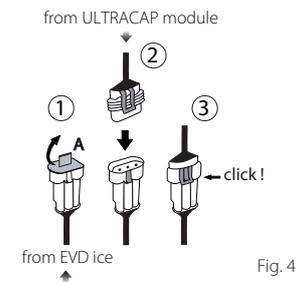
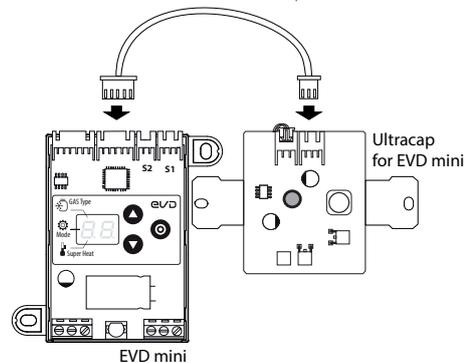

Fig. 4
Fig. 5
- 2 Pour EVD ice: enlever le capuchon (A, fig. 4) du câble venant du pilote, enfiler complètement le connecteur venant du module Ultracap jusqu'à ce qu'on entende un « clic ». Pour EVD mini : enfiler le câble de connexion avec les connecteurs JST dans les 2 cartes (fig. 5).
- 2 Für EVD ice: Die Kappe (A, Fig. 4) des vom Treiber stammenden Kabels abnehmen. Den vom Ultracap-Modul stammenden Stecker bis zum Einklicken einfügen. Für EVD mini: Das Anschlusskabel mit den Steckern JST in die beiden Platinen einführen (Fig. 5).